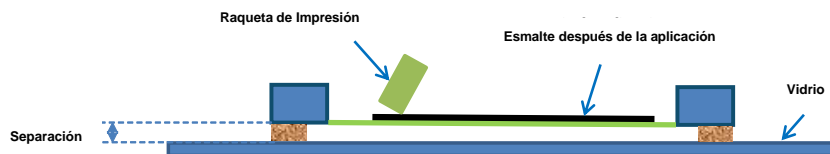

Figura 2. Pantalla lista para imprimir después del baño con esmalte
- Se coloca en la pantalla, y se aplica el esmalte, manteniendo un espesor homogéneo, con una rasqueta de goma en todo el diseño (**Figura 2**).